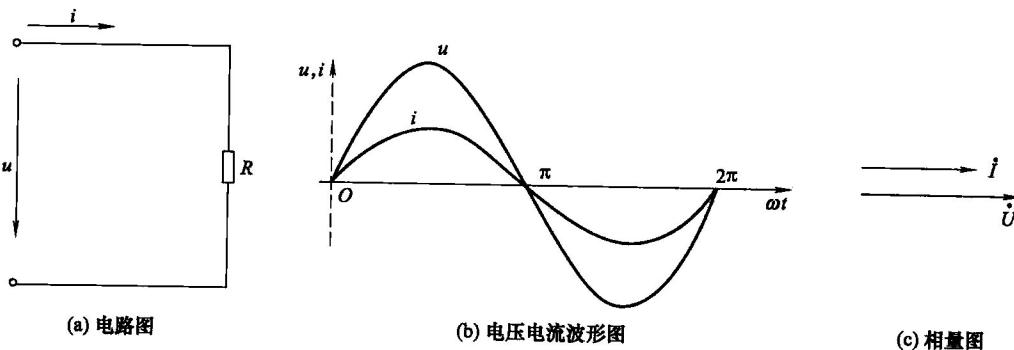

图 1-15 纯电阻电路
**(2) 纯电阻电路** 在交流电路中负载为纯电阻的电路，如常见的照明白炽灯、电烙铁、电阻炉等电阻性负载，它们的电阻在电路中起主要作用，电感、电容的影响很小，可以忽略，这种电路可近似为纯电阻电路，如图 1-15 所示。
**① 电压与电流的关系** 在交流电路中电压和电流的方向是不断变化的，为了分析方便起见，假定电压和电流的正方向如图 1-15 (a) 所示，并且假定电压的初相角为 0，即以电压作为参考矢量，则设加在负载电阻  $R$  两端的正弦交流电压为